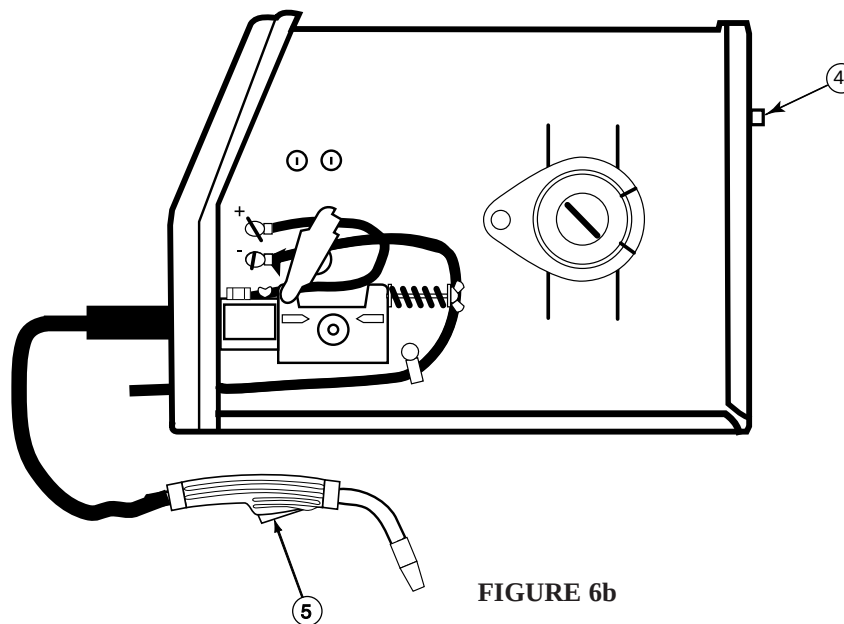

FIGURE 6b
- Refer to Figure 6b.
- 5. Gun Trigger** - Activates welding output, wire feed, and gas solenoid operation. Releasing the trigger deactivates welding and simultaneously activates the “burnback” function so that the welding wire does not stick in the weld puddle. Refer to Figure 6b.
- Voir la figure 6b.
- 5. Gâchette du pistolet** - Actionne la sortie de soudage, le dévidage et le fonctionnement de l'électrovanne de gaz. Quand on relâche la gâchette on désactive l'opération de soudage et on active simultanément la fonction «anti-colage» de façon que le fil de soudage ne colle pas dans le bain de fusion. Se reporter à la figure 6b.